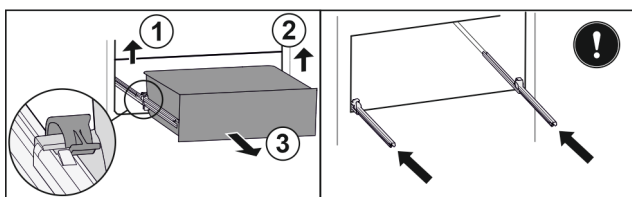

Fig. 182
- ▶ Zvedněte levou svorku a současně vytáhněte zásuvku vlevo dopředu. Fig. 182 (1)
- ▶ Zvedněte pravou svorku a současně vytáhněte zásuvku vpravo dopředu. Fig. 182 (2)
- ▶ Vyjměte zásuvku dopředu. Fig. 182 (3)